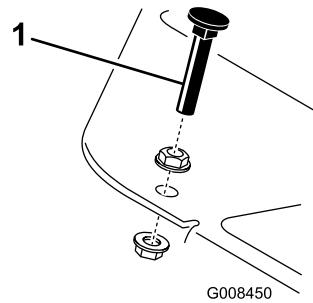

Figura 43
Pise el pedal de tracción. Si el pedal toca el tope (Figura 43) antes de que se note tensión en el cable, es necesario hacer un ajuste:
- Afloje las contratuerzas con arandela prensada que fijan el tope del pedal a la chapa de suelo (Figura 43).